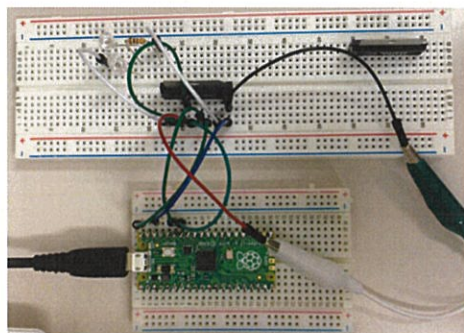

図 1 ブレッドボード上での回路作成
- ① 設計した回路図から、ブレッドボード上にモータの代用として LED を配置して、制御プログラムの動作を確認する (図 1 参照)。